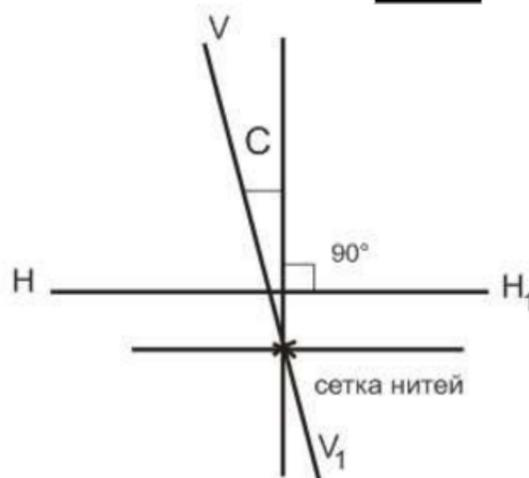

Рис. 6.
Линия визирования зрительной трубы (VV) должна быть перпендикулярна оси вращения зрительной трубы (GG). Угол между линией визирования и перпендикуляром к оси вращения трубы называют **коллимационной ошибкой** (неперпендикулярность визирной оси зрительной трубы оси ее вращения) и обозначают c (рис.6). Значение коллимационной ошибки должно быть в пределах **двойной точности измерения углов теодолитом** т.е. $c \leq 2 t$.